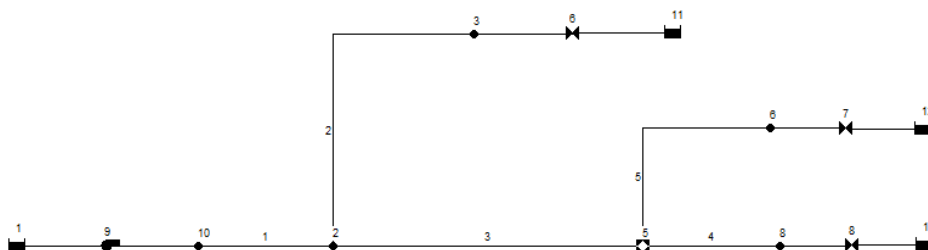

Figura 4
5. Ahora modificamos el sistema según la figura 4, siguiendo las mismas pautas que el caso práctico 1.
7. Selecciona la bomba adecuada para colocarla en la instalación. Buscamos la curva característica y la introducimos como en el ejercicio anterior. Añadimos la conexión 10, modificamos el nodo de partida de la conducción (a) o 1 de la figura 4 de forma que ahora parte de la conexión 10. Finalmente añadimos la bomba adecuada desde el tanque 1 a la conexión 10.